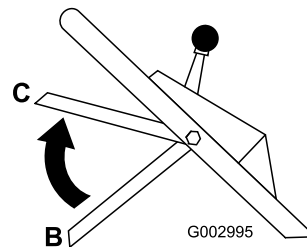

Figura 18
3. Levante la barra de control hasta la posición central, unos 12,7 cm por debajo del travesaño del manillar (Posición C en Figura 18).
4. Suelte la barra de control de la cuchilla (Posición B en Figura 18).